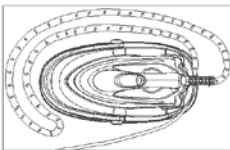
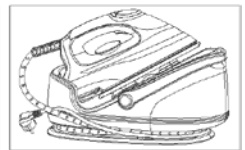

Fig.11
Fig.14
3. Stellen Sie das Bügeleisen auf das Basisgerät, falten Sie das Netzkabel und wickeln Sie es im Uhrzeigersinn um die Kabelschlitze des Basisgerätes und verschließen sie den Stecker mit dem Versorgungskabel.(Fig.11-Fig.14)